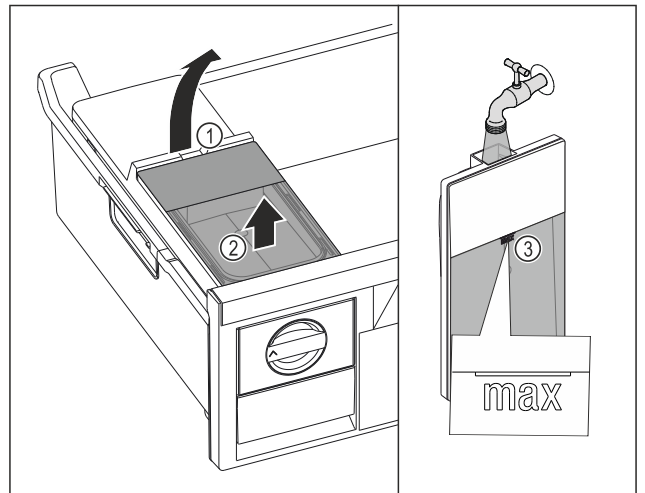

Fig. 98
- ▶ Soulever le réservoir d'eau par l'encoche Fig. 98 (1).
- ▶ Retirer le réservoir d'eau par le haut. Fig. 98 (2)
- ▶ Remplir le réservoir d'eau potable jusqu'au repère Fig. 98 (3).